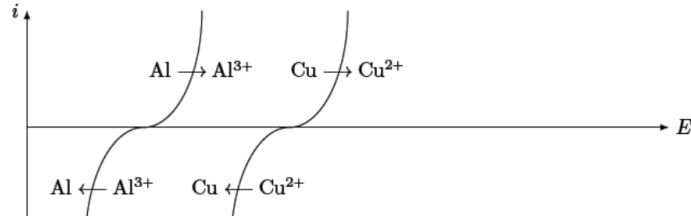

Figure 6 : Courbes courant--potentiel
- Les portions de courbes courant--potentiel associées aux espèces présentes sont reproduites figure 6. Justifier le dépôt de cuivre à la surface de l'aluminium.